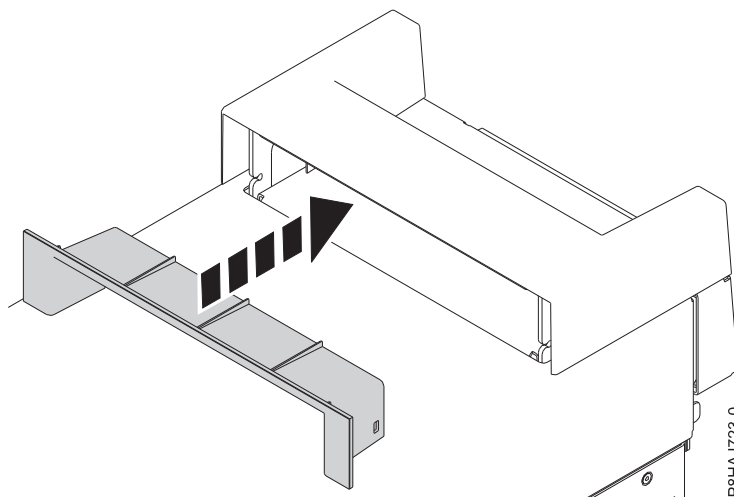

Figure 60. Insertion de la pièce plastique dans la poignée sur un système autonome 8286-41A
2. Insérez la pièce plastique (garniture intérieure) dans la poignée en la poussant fermement comme illustré figure 60.